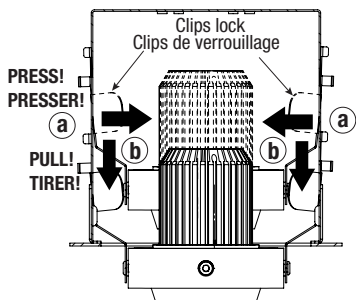

Fig. 5h
10. Install the LED heads. Adjust heads orientation and retract gimbals as needed (Fig. 5h).
10. Installer les têtes DEL. Orienter et rétracter les têtes selon vos besoins (Fig. 5h).